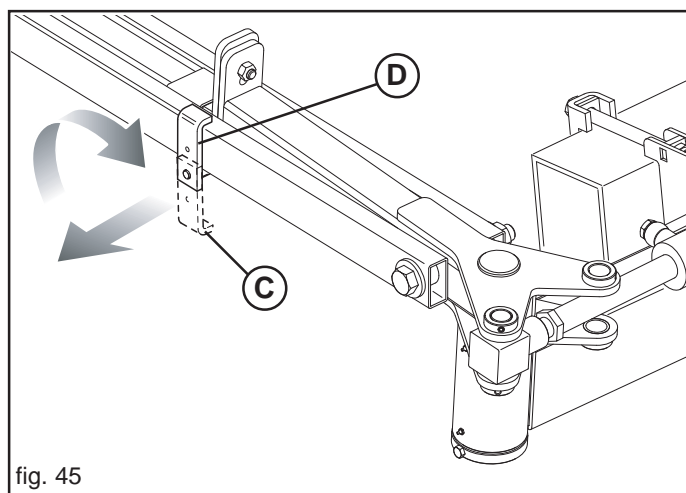

fig. 45
Durante el trabajo, mantener el tope en la posición (C, Fig. 45) para que el brazo marcador de surcos siga el movimiento del terreno. Antes de cerrar el equipo en posición de transporte, bloquear el brazo marcador de surcos colocando el tope en la posición (D).